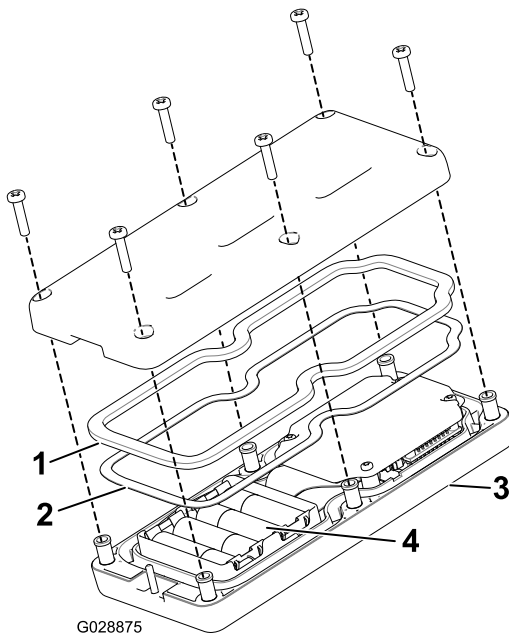

Bild 18
- Legen Sie die Batterien in das Batteriefach ein und achten Sie auf die richtige Polarität. Das Fach hat Polaritätsmarkierungen für jeden Anschluss (Bild 18).
- Stellen Sie sicher, dass die Stahldichtung und die Gummidichtung im Kanal in der Handfernbedienung liegen und setzen Sie die Rückabdeckung auf (Bild 18).
- Befestigen Sie die Abdeckung mit sechs Schrauben (Bild 18) und ziehen sie bis auf 1,5-1,7 Nm an.